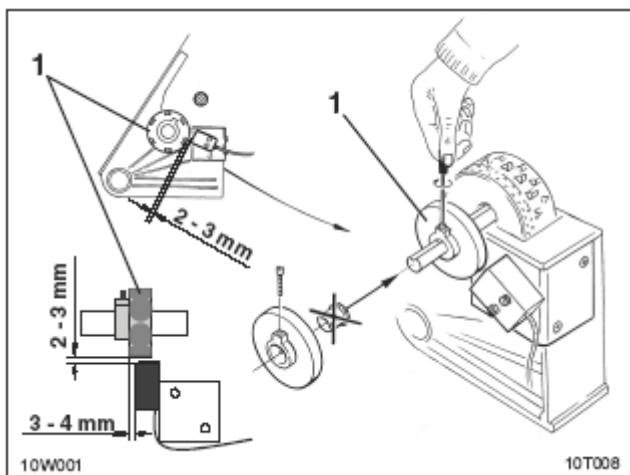

Рис. 10.2
- ☐ Закрепите держатель (рис. 10.2/1) с 6 магнитами на валу высевающего аппарата.